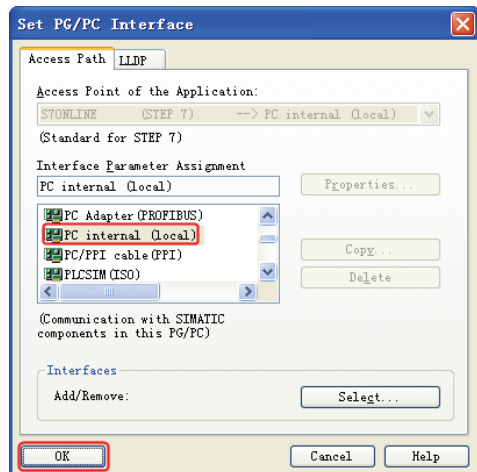

图 10-49 设置 PG/PC Interface
1) 首先设置 PG/PC 接口, 在 STEP7 软件中, 通过“Options”→“Set PG/PC Interface”进入设置界面, 如图 10-49 所示, 先选中“PC internal (local)”, 再单击“OK”(确定)按钮。